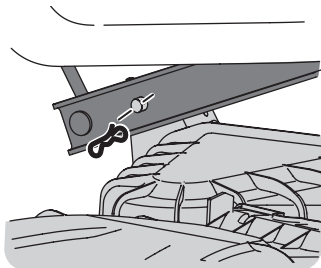

Figure 22
4. Placez-vous sur le côté gauche du plateau de coupe pour trouver la goupille située à l'arrière gauche (Figure 22).
5. Retirez la goupille et faites sortir la goupille du bras de relevage (Figure 22).